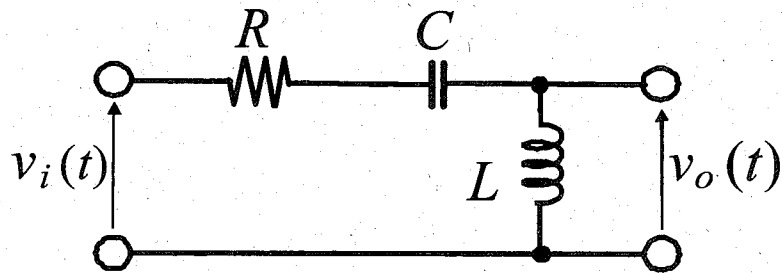

図 1 RLC 回路
- II 図 1 に示す RLC 回路において、電圧 $v_i(t)$ を入力信号、電圧 $v_o(t)$ を出力信号とする。この回路の伝達関数を R と L と C を用いて表せ。ただし R は抵抗値、 L はインダクタンス、 C は静電容量を表わす。